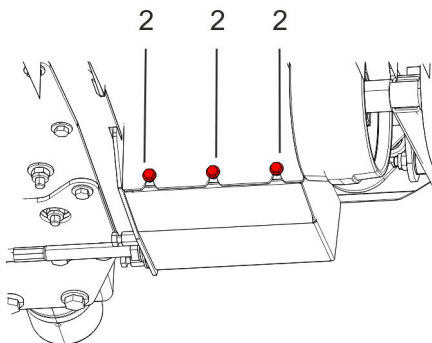

Abb. 63: Getriebeabdeckung unten
4. Mit dem Schraubenschlüssel 3 Schrauben (Abb. 63/2) auf der Unterseite des Anbaugeräts lösen. Getriebeabdeckung entfernen.